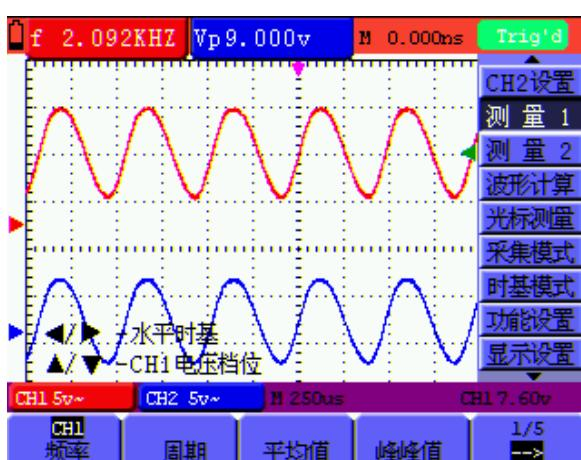

图 12：自动测量
- 按 **F4** 键，在 **峰-峰值** 项选择 **CH2**。测量窗口 2 窗口变成蓝色，同时显示出输入端口 **CH2** 的峰峰值。见图 12：